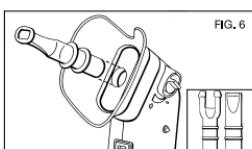

FIG. 6
6. Accessori utilizzabili: l'apparecchio può essere utilizzato con la maschera respiratoria oppure con il boccaglio o il nasale alloggiandoli nell'apposita sede (FIG. 6). In caso d'uso del nasale onde evitare formazioni di condensa che non consentono una corretta nebulizzazione è necessario inspirare energicamente.